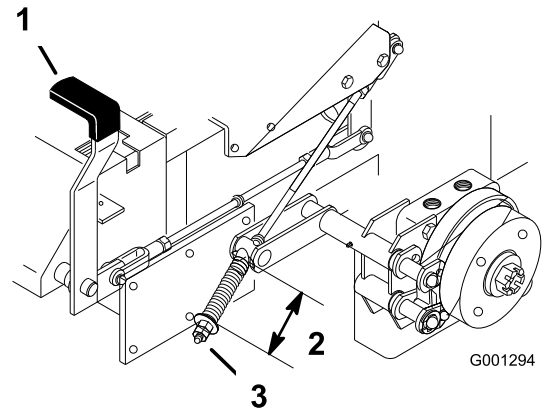

Figura 62
2. Mida la longitud del muelle. La medida debe ser de 64 mm (2-1/2 pulg.) entre las arandelas (Figura 62).
3. Si es necesario un ajuste, quite el freno de estacionamiento, afloje la contratuerca que está debajo del muelle y ajuste la tuerca que está directamente debajo del muelle (Figura 62). Gire la tuerca hasta obtener la medida correcta. Gire la tuerca en el sentido de las agujas del reloj para acortar el muelle y en el sentido contrario a las agujas del reloj para alargar el muelle.